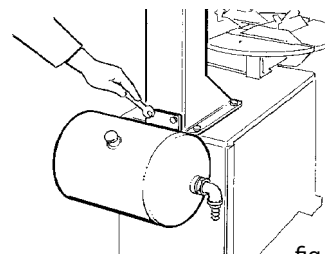

fig.34
- Installare la bombola dell'aria dietro al palo applicando le 2 viti in dotazione di M8. (Fig.34)
- Install the air cylinder behind the column using the two M8 bolts supplied (fig.34).
- Installer la bouteille d'air derrière la colonne en fixant les 2 vis en dotation de M8 (fig. 34).
- Die Druckluftflasche hinter der Tragsäule mit den zwei mitgelieferten Schrauben M8 anschrauben (Abb. 34).
- Instale la bombona del aire detrás de la columna aplicando los dos tornillos de equipo de M8 (fig. 34).